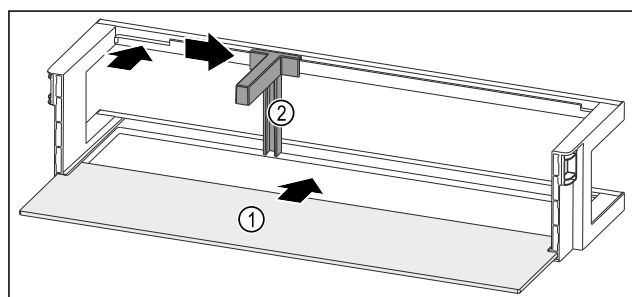

Fig. 240 Лотки на дверцятах з полицею
- Всуňte полицю Fig. 240 (1) в бокові пази.
- Вставте тримач пляшок Fig. 240 (2) у паз.
- Пересуньте тримач пляшок Fig. 240 (2) убік до бажаної позиції.